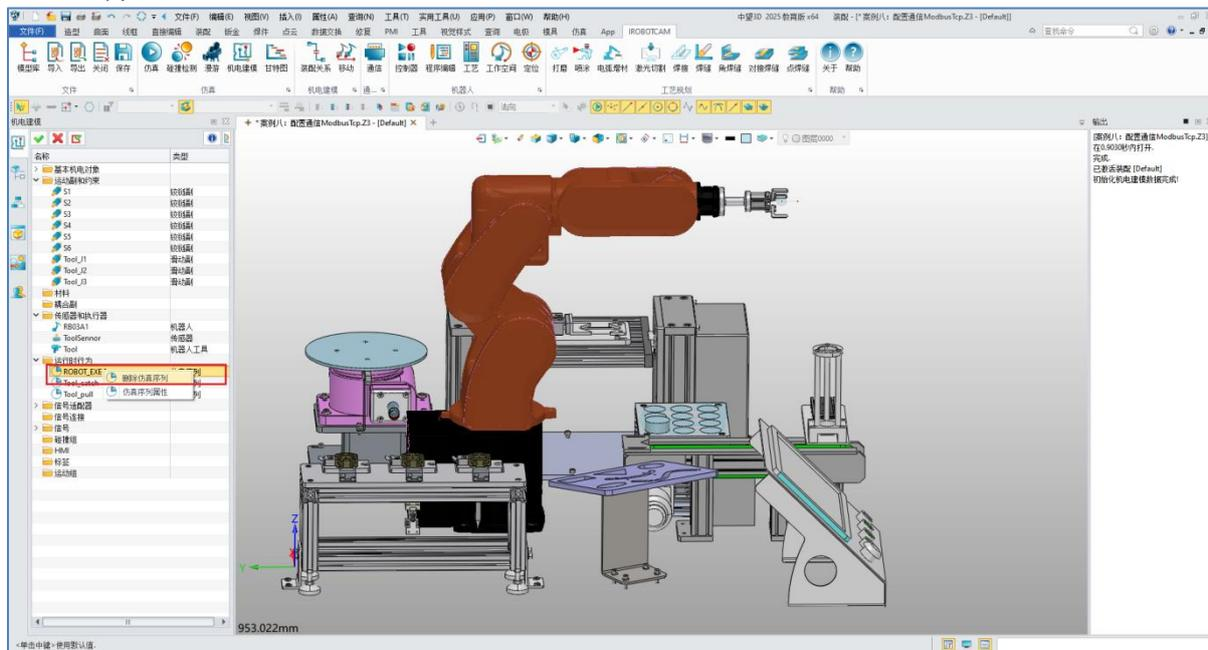

图 12-4: 删除仿真序列
- 右键单击 "Robot_EXEC" 并删除此仿真序列。(图 12-4)